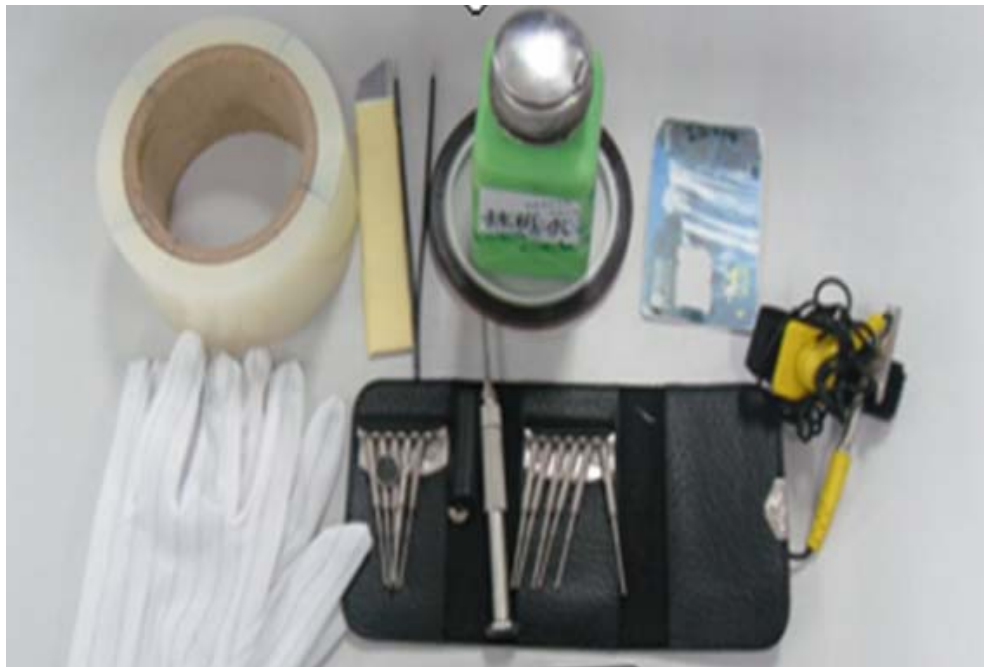

图 1
1、拆机所需要的工具：抹机水、镊子、静电手套或静电环、热风枪、拆机卡片、刀片、十字螺丝批、手机保护膜，如下图 1 所示：